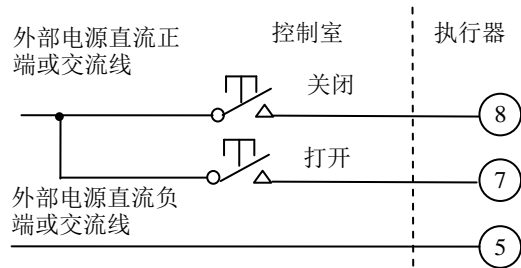
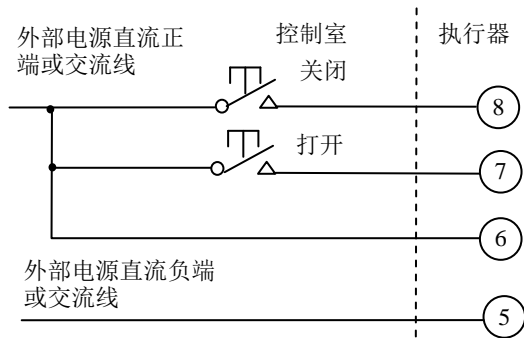
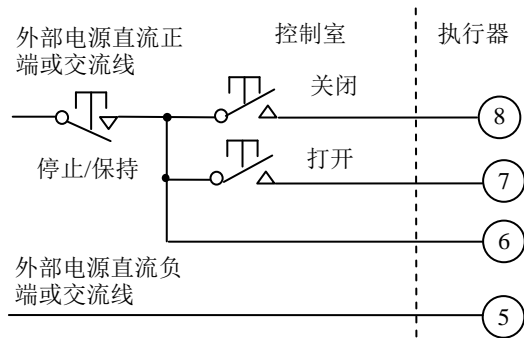

图 1-4 点动式打开/关闭控制，电动执行器可以停在中途任意位置
图 1-5 保持式打开 / 关闭控制，行程可逆，但不能停在中途位置（在菜单 H-08 中，ESD 必须设为无效）
图 1-6 保持式打开、关闭停止控制（在菜单 H-08 中，ESD 必须设为无效（2））
3.1.2 使用外部低压电源 20~50V 交直流控制或外部高压电源 220V 交直流电压控制, 如图 1-4, 图 1-5, 图 1-6 所示。